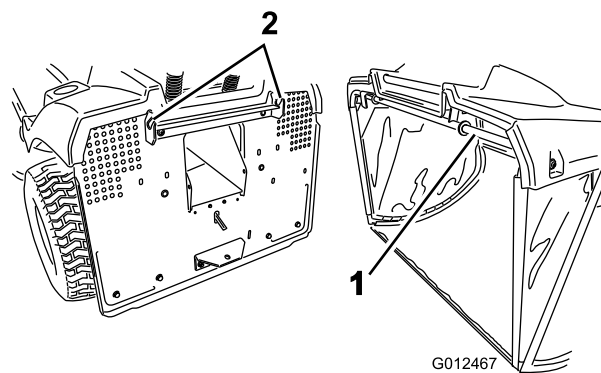

Figura 39
1. Cuelgue la barra superior de las 2 muescas del soporte de la parte trasera de la máquina (Figura 39).